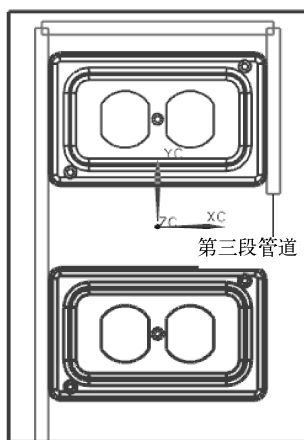

图 9-102 创建第三段管道
(9) 按照上述方法，继续创建第三段管道，如图 9-102 所示。